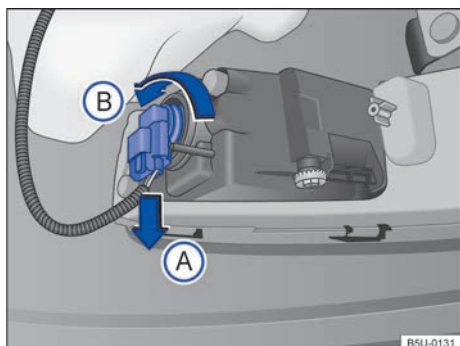

Fig. 180 Atrás del paragolpes delantero: acceso a la lámpara incandescente del farol de neblina.
2. Desencajar el conector de alimentación de la lámpara \Rightarrow fig. 180 en el sentido de la flecha (A), presionar, al mismo tiempo, la traba de fijación del conector.
3. Girar el portalámparas \Rightarrow fig. 180, en el sentido antihorario de la flecha (B), y desencajarlo del alojamiento.